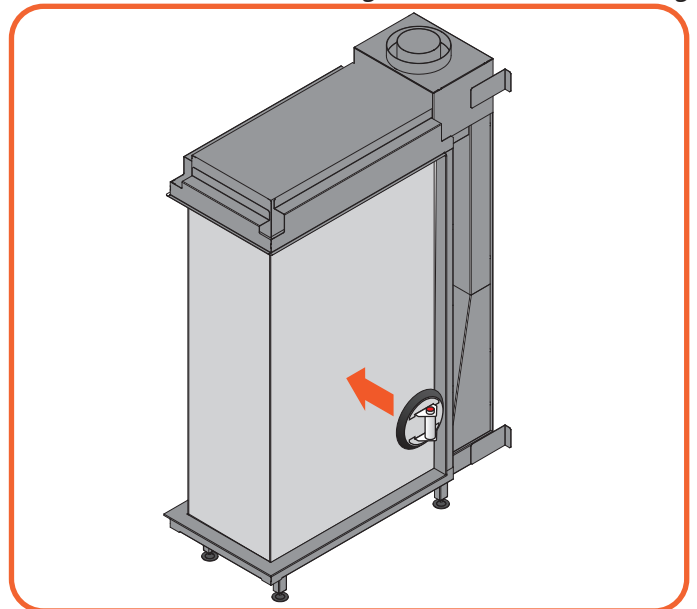

Abb. 9.7 Anlegen des Saugnapfes
- Setzen Sie den Saugnapf auf die Scheibe und vergewissern Sie sich, dass er sich fest angesogen hat. (siehe **Abbildung 9.7**).